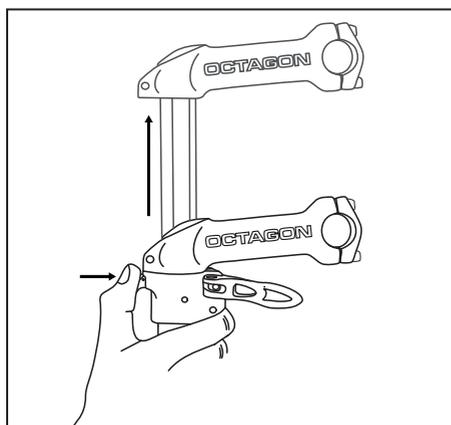

Рис. 28: Нажать на регулировочную кнопку и поднять стойку руля
2. Одной рукой отжать регулировочную кнопку, сжимая другой рукой стойку руля. Удерживая регулировочную кнопку поднять стойку руля на требуемую высоту (Рис. 28).